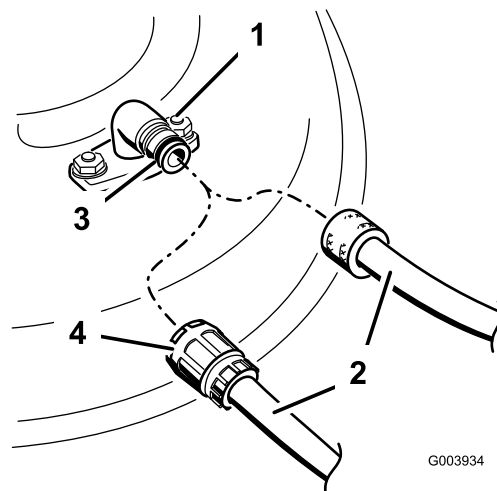

Figura 55
3. Montate il manicotto del tubo flessibile sul raccordo di lavaggio del tosaerba, quindi aprite il rubinetto per erogare un getto forte (Figura 55).